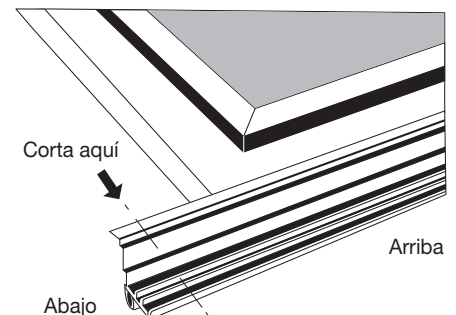

Fig. 2
Fig. 2: Resta 3/16" de la altura; esta es tu longitud de acabado. Comenzando por la parte superior de la puerta, mide y marca la pieza de la jamba del lado de la bisagra (B) hasta tu longitud de acabado. Corta la parte inferior de cada una de las jambas.